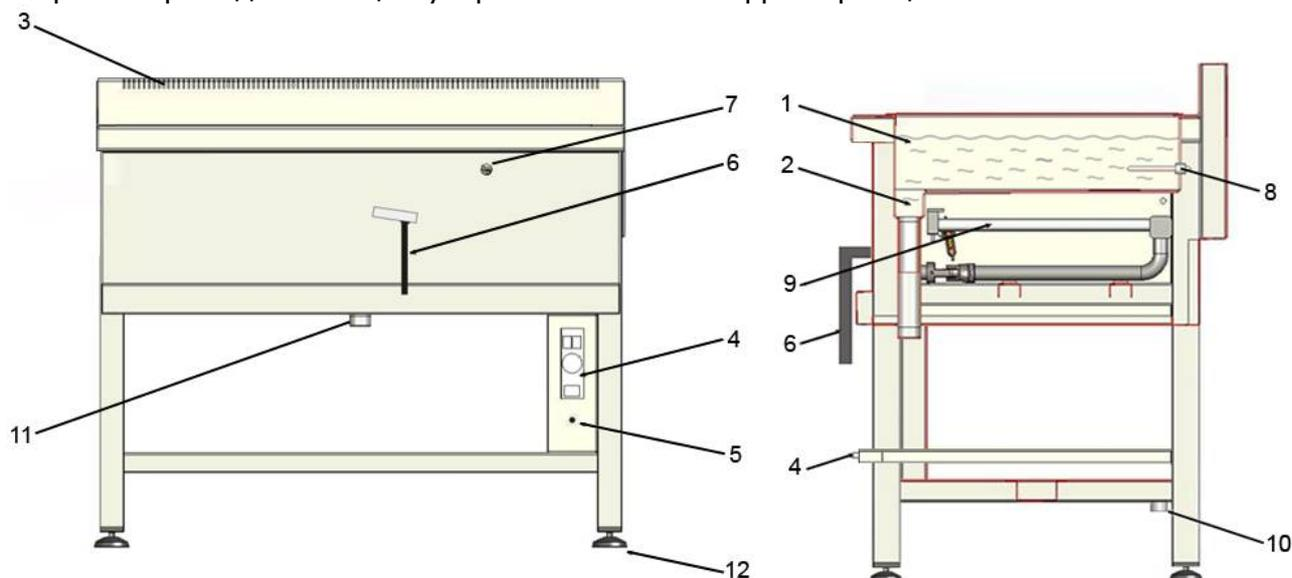
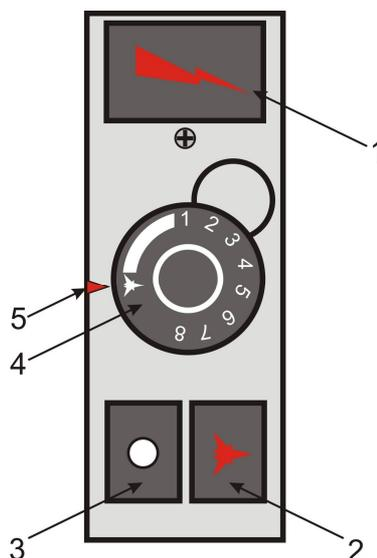
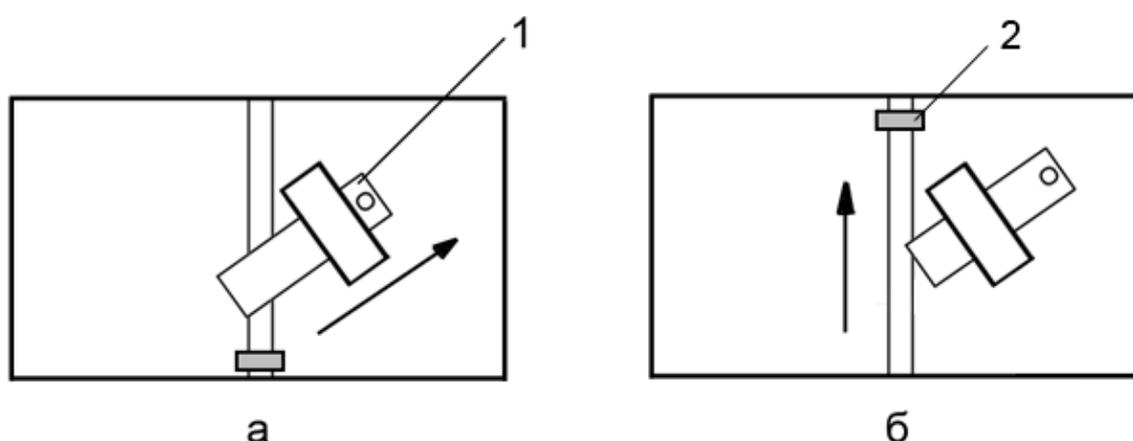

Рис.1. Устройство фритюрницы
Рис.2. Блок управления фритюрницей
Рис.4. Рычаг для слива масла
На рис.1 приведено общее устройство газовой фритюрницы.
Фритюрница выполнена на открытой подставке из нержавеющей стали с регулируемыми по высоте ножками 12 (рис.1).
- блок управления 4 (рис.2);
- убедитесь, что сливной кран 11 (рис.1) закрыт. Если кран открыт, закройте его;
- Проконтролируйте, чтобы сливной кран 1 (рис.1) был высушен от остатков воды и был закрыт. В случае если сливной кран открыт, масло будет сливаться в резервуар, находящийся под краном.
- Установите ручку регулировки температуры 4 (рис.2) в положение «розжиг запальной горелки», при котором символ  на ручке совпадает с риской 5 (см. рис.2).
- Нажмите и удерживайте кнопку розжига запальной горелки 2 (рис.2).
- Удерживая кнопку 2, несколько раз нажмите кнопку пьезорозжига 1 (рис.2) до розжига запальной горелки. Если запальная горелка не зажглась, отпустите обе кнопки и вновь попробуйте зажечь запальную горелку.
- После появления пламени в запальной горелке, удерживайте кнопку 2 (рис.2) нажатой в течение 10 секунд до срабатывания предохранительного клапана. Проследить за пламенем запальной горелки можно через смотровое отверстие 7 (рис. 1), располагающееся на лицевой панели устройства. Если запальная горелка погасла, следует повторить процедуру розжига.
- Убедившись, что пламя запальника постоянно и стабильно, поверните ручку 4 (рис. 2) против хода часовой стрелки и установите необходимую температуру масла в соответствии с таблицей 2. При повороте ручки крана против хода часовой стрелки – кран открывается и осуществляется розжиг основной горелки.
- Для временного отключения устройства поверните ручку крана по ходу часовой стрелки, в положение «розжиг запальной горелки», при этом символ  на ручке совпадает с риской 5 (рис.2) – основная горелка гаснет, а запальная горелка остается зажженной («дежурный режим»).
- Для того, чтобы полностью отключить устройство необходимо нажать на кнопку 3 (рис.2).
После срабатывания автоматики, чтобы заново включить устройство, дождитесь пока температура масла упадет до рабочей и нажмите кнопку «сброс»  защиты от перегрева 5 (рис.1), выкрутив перед этим черный защитный колпачок 1 (рис. 3).
Кнопка «сброс» 5 (рис.1) располагается на лицевой панели устройства под блоком управления 4 (рис.1).
- Откройте замок 1 (рис.4а), потянув его вверх (рис.4б)
- Откройте сливной кран 11 (рис. 1), располагающийся под ванной. Для этого приподнимите рычаг 2 (рис. 4б) вверх, масло потечет через фильтр в резервуар.